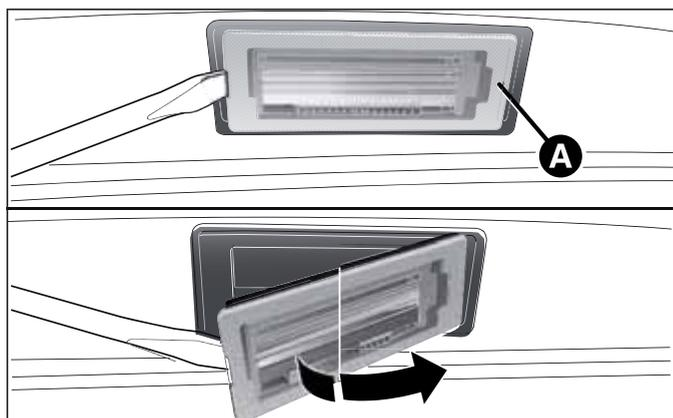

fig. 135
- rimuovere il trasparente A fig. 135;
- rimontare quindi il trasparente A fig. 135.